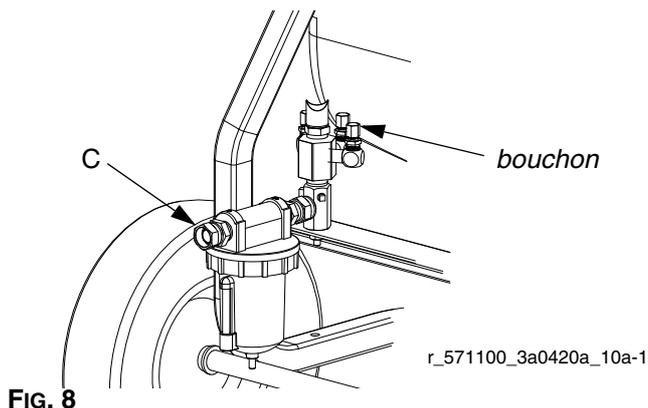

FIG. 8
2. Retirez les bouchons de la pompe à solvant et des flexibles d'air de la pompe d'alimentation selon les besoins. Consultez les manuels des pompes pour connaître les instructions relatives à l'installation. Voir FIG. 8.